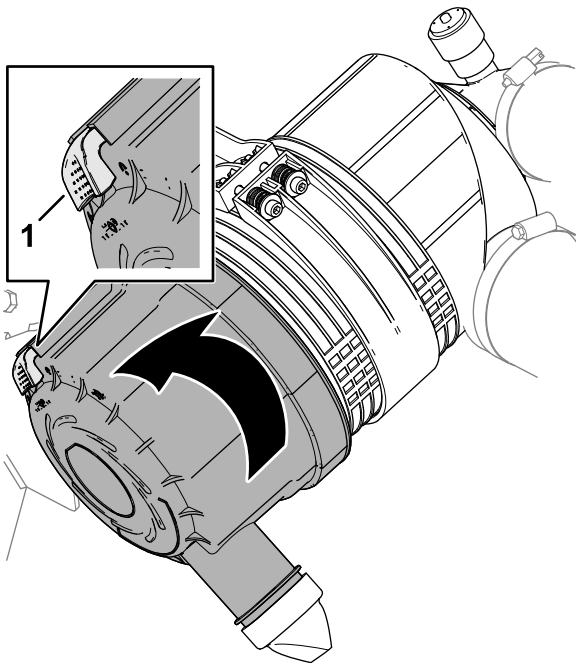

Figure 119
4. Tirez le verrou vers l'extérieur et tournez le couvercle du filtre à air dans le sens antihoraire (Figure 119).